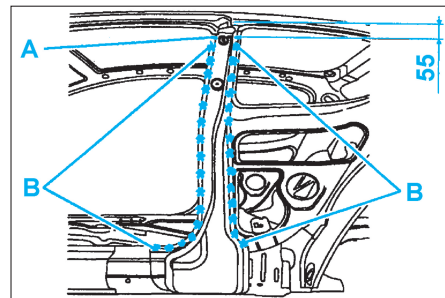

FIG. 63
- Tracer puis découper en (A) à l'aide d'une meule épaisseur 1 mm (coupe provisoire) (Fig.63).